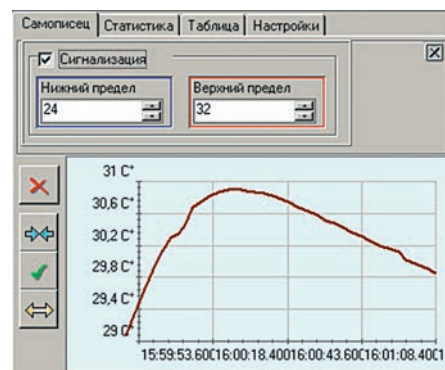

Рис. 9. Вкладка «Самописец» показывает график изменения измеряемой величины
- ния сигнализацией этого канала и кнопки выбора горизонтального масштаба графика и его очистки (рис. 9);